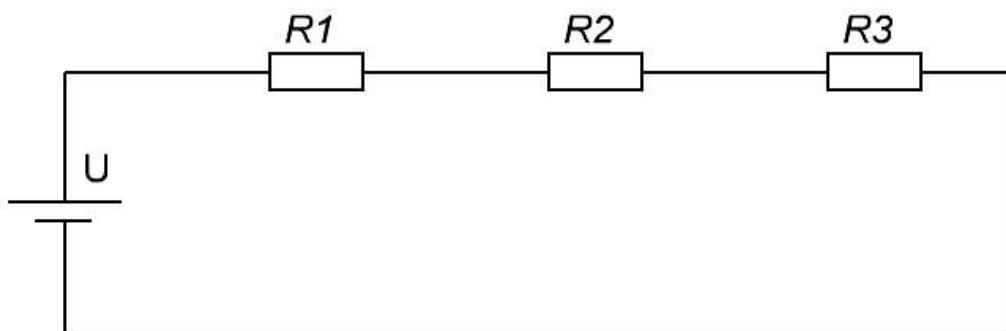

Рисунок 1. Схема электрическая принципиальная.
3.3. Измерить величину сопротивления, заданного преподавателем, методом амперметра и вольтметра. Для этого собрать электрическую цепь по рис. 1. Установить тумблер режима работы измерителя тока в позицию «=».
2.1. Собрать электрическую цепь последовательного соединения резисторов (рисунок 1)